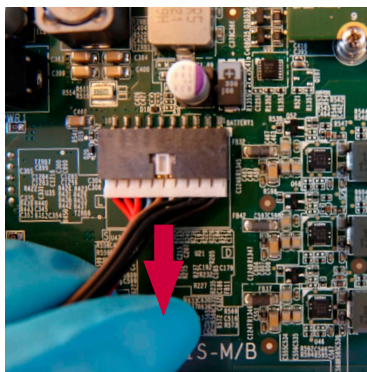

Abbildung 13 Trennen des Akkukabels
k) Trennen des Akkukabels (Abbildung 13)
Lösen Sie das Akkukabel (siehe Position in Abbildung 12), indem Sie den grauen Teil vorsichtig vom schwarzen Teil in der in Abbildung 13 gezeigten Richtung ziehen.